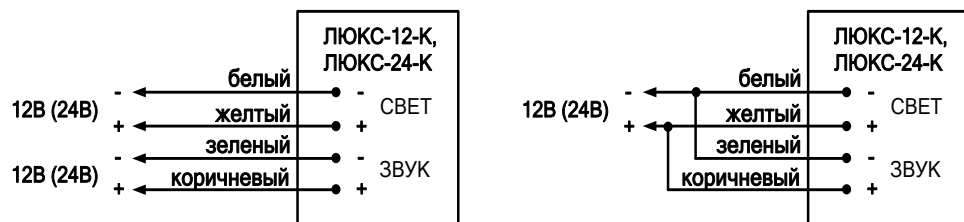

Рис. 1. Схема подключения
3.2. Подключение изделий должно выполняться в соответствии со схемой (рис. 1.).